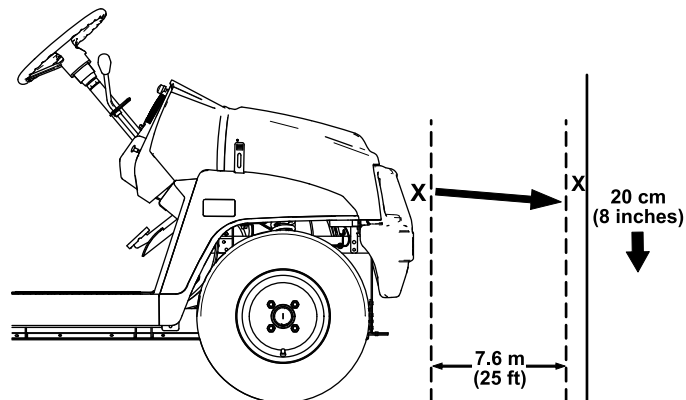

Figure 46
1. Garez la machine sur une surface plane et horizontale, avec les phares à environ 7,6 m de distance d'un mur (Figure 46).
La partie la plus brillante du faisceau doit se trouver 20 cm en dessous du repère que vous avez tracé sur le mur (Figure 46).